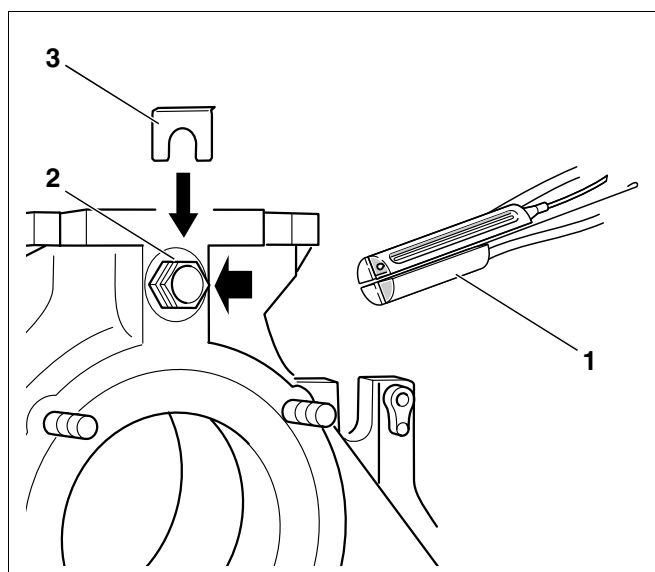

Fig. 62 Montering af temperaturfølerpakke
Følerpakken, som er tilsluttet instrumentpanelet (tre temperaturfølere, et følerblindstykke Fig. 62, **pos. 1**) indsættes i følerlommen R $\frac{3}{4}$.
- Før kapillarrørsføleren til målestedet i kedlen, før her følerne ind i følerlommen (Fig. 62, **pos. 2**), og fastgør dem med følersikringen (Fig. 62, **pos. 3**).